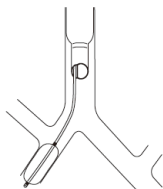

Fig.10
4. Per un paziente con il lobo superiore del polmone destro situato molto vicino alla biforcazione tracheale, il blocco dei lobi medio e inferiore del polmone destro, anziché dell'intero polmone destro, può essere ottenuto posizionando il bloccatore nel bronco intermedio (Fig. 10).